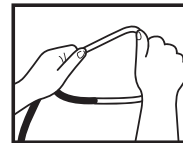

Fig. 2
2. Para ajustar el ángulo del arco binaural, sujeta el tubo con una mano y gira cada tubo para que el ángulo sea correcto. Ajusta el otro de la misma manera que se muestra en la Fig. 2.